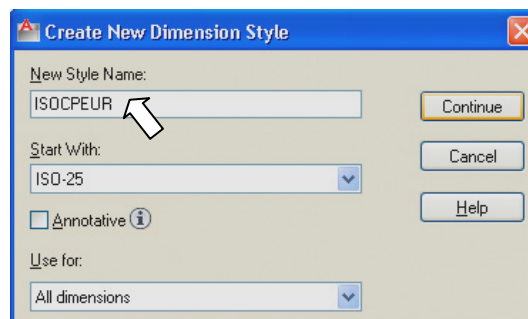

Рис. 3.13. Диалоговое окно **Create New Dimension Style** создания нового размерного стиля
3. В диалоговом окне **Create New Dimension Style** (Создание нового размерного стиля) (рис. 3.13) заполните следующие поля: